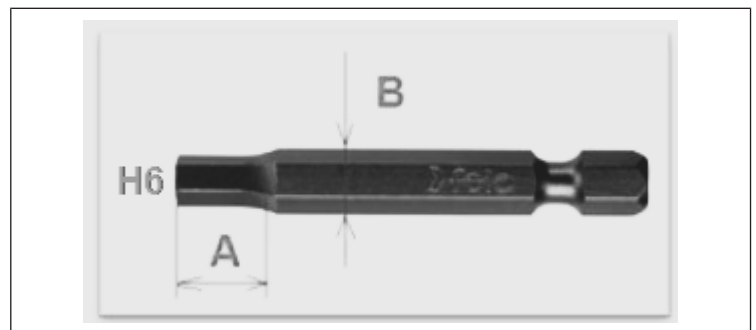

Fig. 4: Llave de hexágono interior H6
- Para racores con tamaño de rosca 1/8" para mangueras de 8 mm de diámetro: 1x llave de hexágono interior H6 de longitud A > 14 mm, si B = 6,35 mm (1/4"), véase → Fig. 4